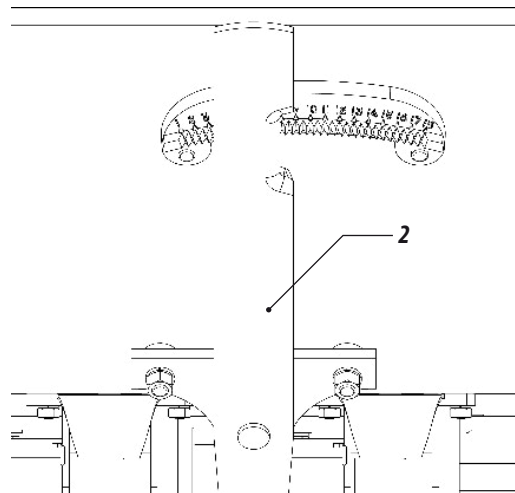

Figura 13
- 02 - La cantidad de semilla es regulada a través de la palanca (1) de la FIGURA 13.